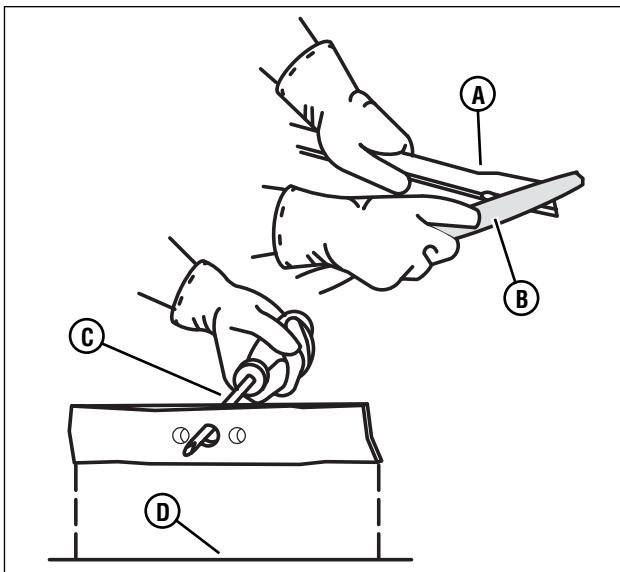

Figura 23: Afilado de la cuchilla
4. Afíle la cuchilla (A, Figura 23, siguiente página) con una lima (B). Asegúrese de mantener el borde de corte biselado original (Figura 30).
5. Verifique que la cuchilla está balanceada. Utilice un destornillador (C) y sostenga la cuchilla de manera paralela al suelo (D) según se muestra. Una cuchilla que está balanceada permanecerá paralela al suelo. Si la cuchilla no está balanceada, el extremo pesado girará hacia el suelo. Afíle el extremo pesado hasta que la cuchilla esté balanceada.